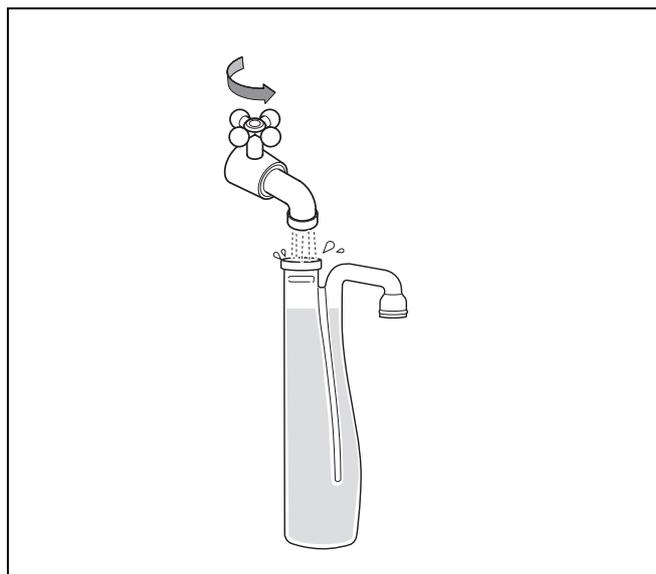

Fig. 16 Riempire d'acqua il sifone
- Riempire il sifone (fornito in dotazione alla caldaia) con acqua (fig. 16).